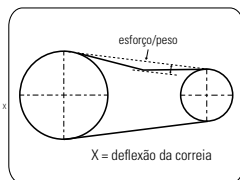

FIGURA 8.4
Correias de transmissão e motor elétrico (6) (Figura 8.4 e 8.5)
- (1) Verifique o nível do óleo e complete-o se necessário, antes de ligar o compressor. O nível deve estar entre as marcações máxima e mínima da vareta ou do visor de nível de óleo.
- (2) Realize a calibração do pressostato, manômetro(s) e válvula de segurança em um órgão credenciado pelo INMETRO ou outro instituto responsável pela qualidade e segurança de cada país. Esta operação deve ser realizada em dispositivo não acoplado ao reservatório.
- (3) Substitua se estiver obstruído. Para os produtos MSW 60+Fort, inspecionar o indicador de restrição e, se indicar obstrução de passagem de ar, trocar os elementos.
- (4) Solicite a inspeção à um electricista para que proceda o reaperto caso necessário e verifique a integridade dos fios elétricos.
- (5) Verifique o alinhamento da polia com o volante, o tensionamento da correia e o seu estado de uso. Produtos até 1 hp: a deflexão da correia deverá ser até 4mm com esforço/peso de 1 kg. Produtos maiores que 1 hp: a deflexão no ponto médio da correia será de 9 a 13mm com esforço/peso de 4 kg.
- (6) Para a verificação, remova o protetor de correia. Após a inspeção, monte o protetor fixando os parafusos (Figura 8.4 e 8.5). Substitua as correias quando necessário.
- (7) Verifique o tempo de enchimento do reservatório. Se superior a 20% conforme indicado na Ficha de CARACTERÍSTICAS TÉCNICAS efetue a troca dos anéis do pistão.
- (8) Reaperte os parafusos da unidade compressora utilizando um torquímetro e para as porcas e conexões uma chave fixa manual.
- (9) Compressores CSV 15, CSV 20 e CSV 40: limpe com um jato de ar o filtro do cárter se estiver obstruído ou troque-o se estiver danificado. Compressores CSW 40 e CSW 60: devem ser inspecionados ou trocados pelo POSTO SAC SCHULZ.
- (10) Limpe o trocador de calor com jato de ar comprimido com pressão máxima de 40 PSI.
- (11) Ao remover a válvula do compressor, leia o Capítulo - INSTRUÇÕES DE SEGURANÇA, item 9.